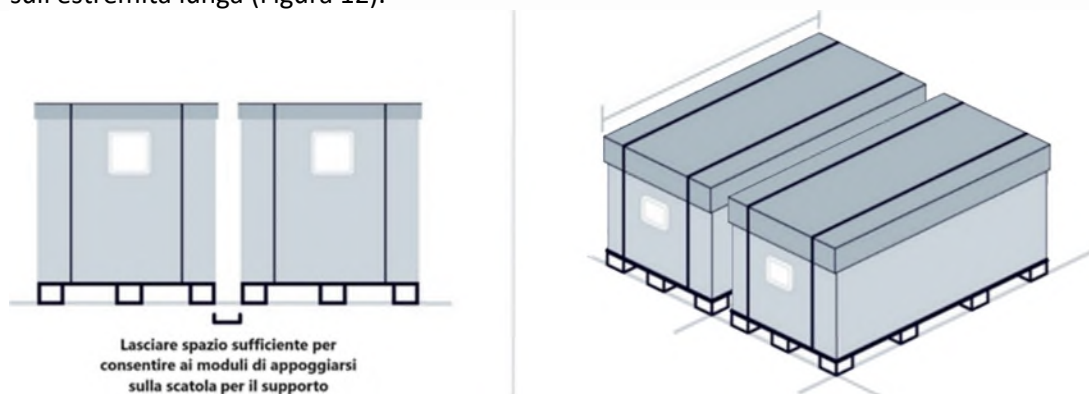

Figura 12: Allineamento corretto delle scatole.
3. Movimentare una delle scatole utilizzando strumenti adeguati, come un carrello elevatore, e posizionarla accanto alla scatola da disimballare in modo che i due pallet siano allineati sull'estremità lunga (Figura 12).